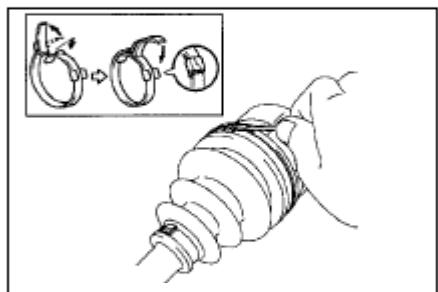

Рис. 143
**35. Установите большой зажим внутреннего ШРУСа, воспользовавшись отверткой, как показано на рисунке. (рис. 143)**